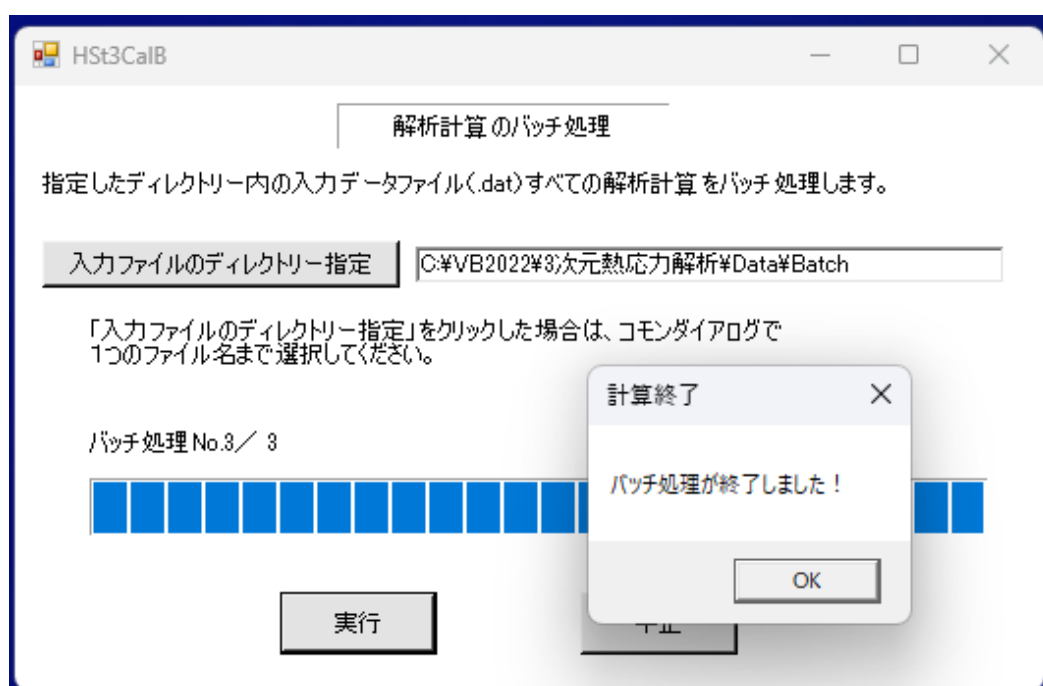

図5-8 バッチ処理の終了画面
- ③バッチ処理が完了すると、図5-8の終了画面になります。